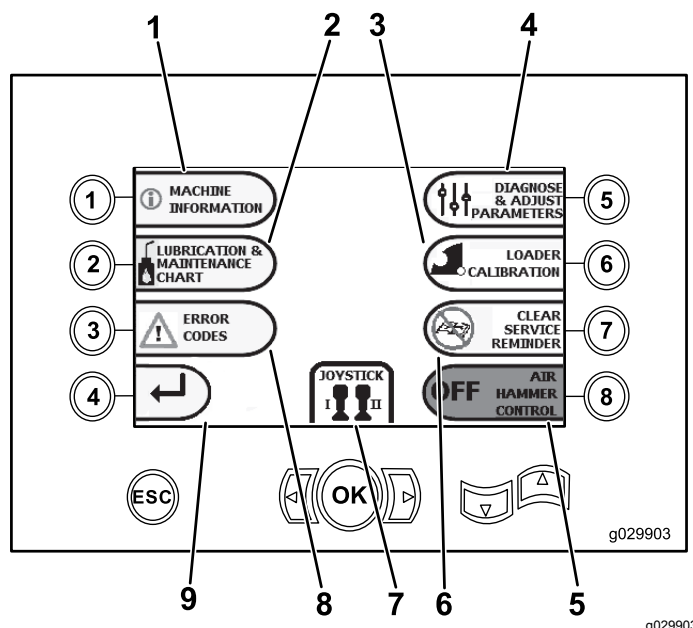

Bild 8
- Taste 5: Diagnose- und Einstellparameter (Bild 8)
- Taste 6: Einstellen der Laderkalibrierung (Bild 8)
- Taste 7: Entfernen einer Kundendiensterrinerung (Bild 8)
- Drucklufthammer-Steuerung (Bild 8)
- OK-Taste: Zurückgehen auf den Bildschirm „Steuerungsauswahl“ \(Seite 5\), wie in Bild 8 abgebildet.